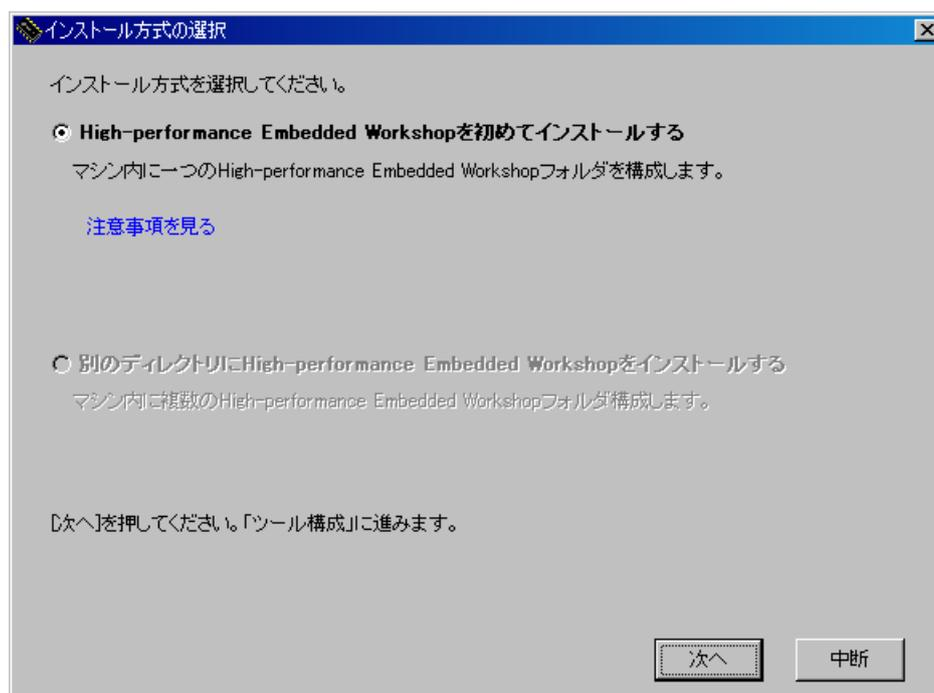

図3.1.2 HEWインストール手順②
- ② 図3.1.2の画面が表示されますので”次へ”ボタンをクリックします。